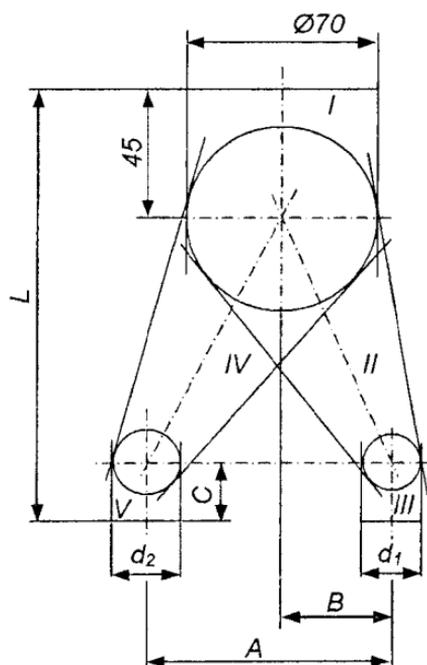

Рис. 14.6. Графическая часть условия к графической работе №9а «Развертка воздуховода»
1. По заданным в таблице 14.1 размерам своего варианта построить по рис. 14.6 фронтальные и горизонтальные проекции трех сфер и фронтальные проекции трех цилиндрических участков I, III, V воздуховода, описанных вокруг этих сфер.